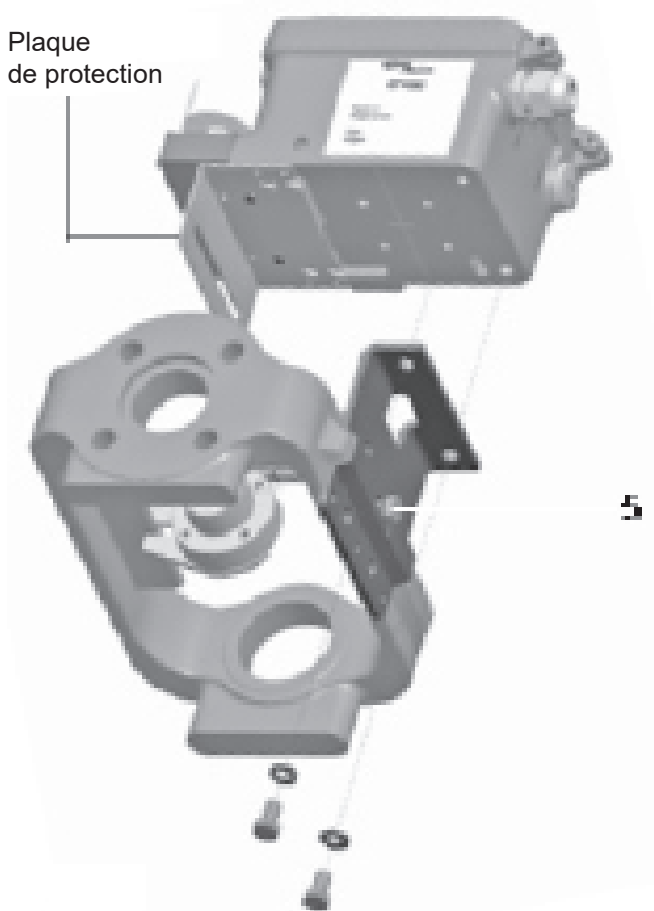
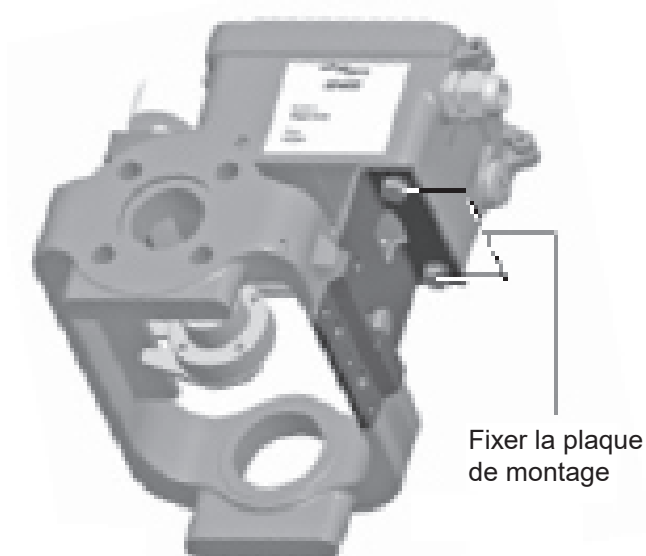

Fig. 13
Fig. 14
Fixer la plaque de montage du positionneur comme montré sur les Fig. 13 et Fig. 14.
Le positionneur SP400 et la plaque de montage étant correctement positionnés, serrer la vis à tête hexagonale (5) suivant le couple 10 - 12 N m pour les servomoteurs à arcade (Fig. 13), et serrer les colliers 'U' (6) suivant le couple de serrage 10 - 12 N m pour les servomoteurs montés sur colonnettes (Fig. 16).
7.2 Vannes trois voies (avec réglage de la course (TRAVL) 0 - 100%, voir Figures 14 et 15)